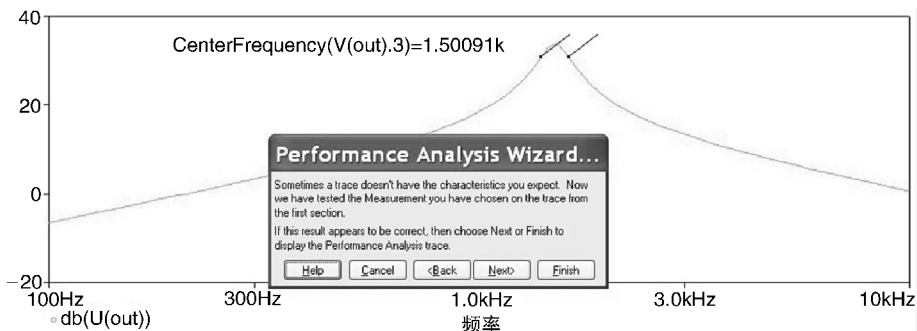

图 10.14 对电路进行标称值仿真时，输出波形曲线上的  $-3\text{dB}$  带宽测量值显示
4. 如图 10.14 所示为标称仿真时带通滤波器的输出波形曲线。波形上面所显示的数值为两测量点的中心频率值。在这种情况下，中心频率定义为最大值的  $3\text{dB}$  带宽值。通过该数值，可以确定电路响应是否正确，波形图中的测量点是否正确。